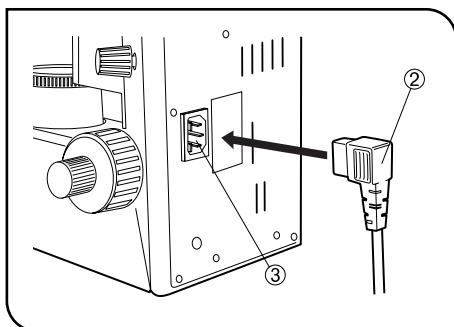

Fig. 31
8 Branchement du cordon d'alimentation (Figs. 31 & 32)
1. Brancher le cordon d'alimentation ② dans la prise de c.a. ③. (Fig. 31)